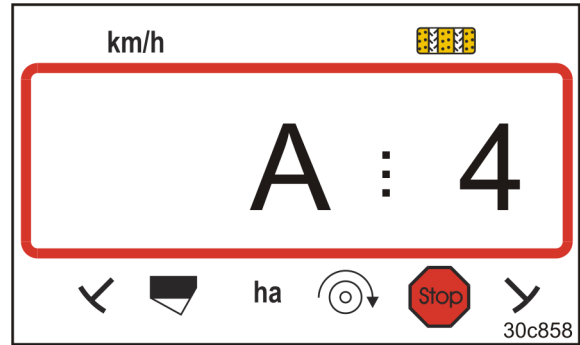

Fig. 37
- Gösterge (Fig. 37) görüntülenir